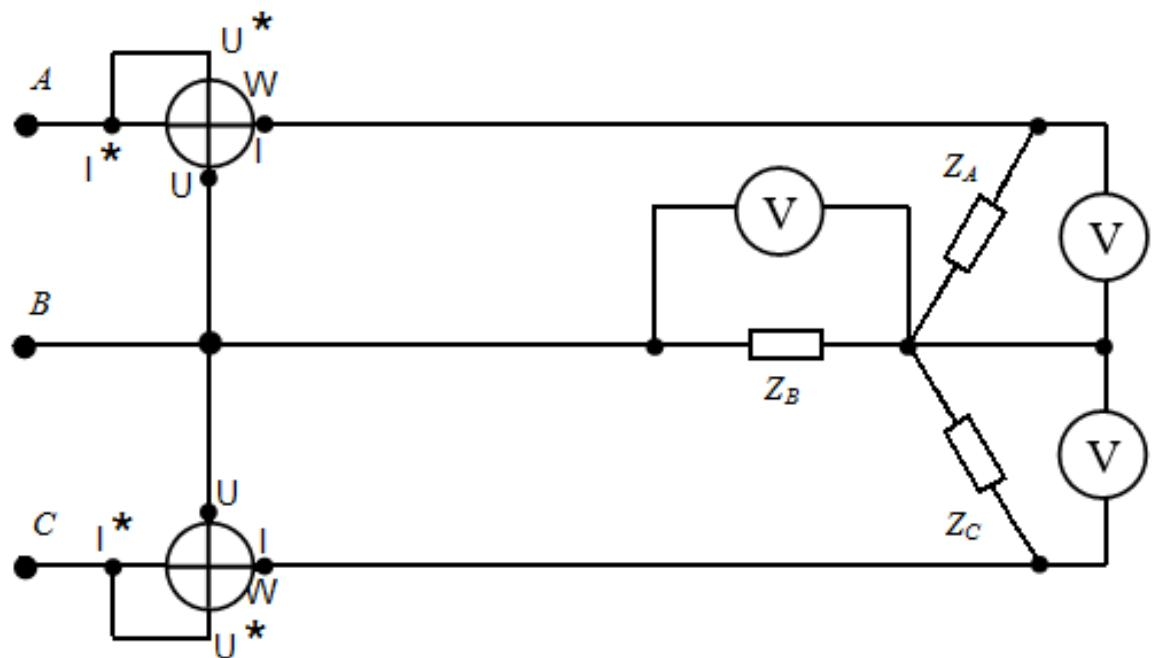

Рисунок 4.11 – Схема для исследования трехпроводной трехфазной цепи при соединении звездой
4. Собрать схему для исследования трехпроводной трехфазной цепи при соединении звездой (рис. 4.11).